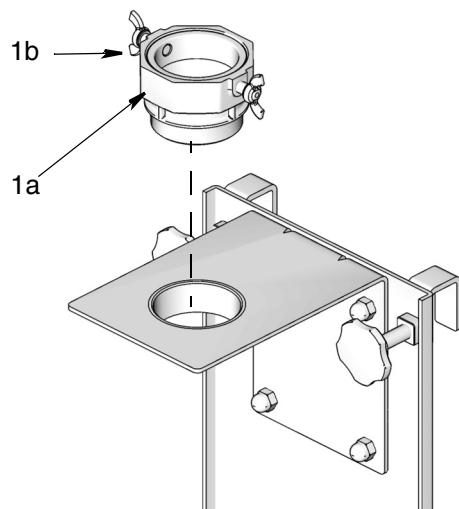
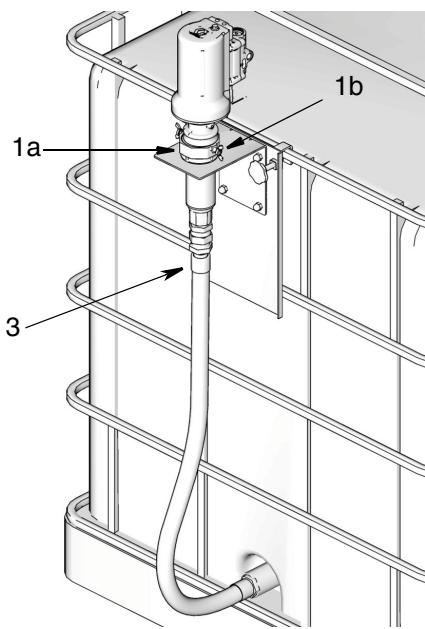

Рис. 12
Рис. 13
- Вверните переходник втулки (1a) насоса в отверстие на скобе насоса в сборе. Надежно затяните рукой. (Рис. 12).
- Установите насос (1) в переходник втулки (1a) (Рис. 13). Зафиксируйте насос на месте, затянув винты с прокладками (1b) (Рис. 12 и Рис. 13).